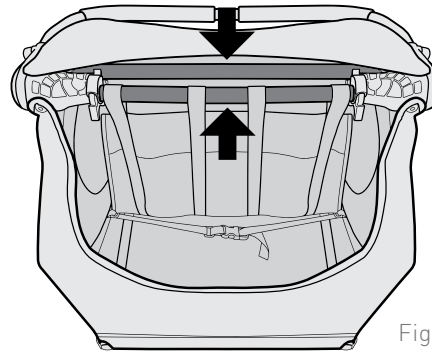

Figura 2
2. Acceda a través del asiento hasta el tubo del marco posterior (Figura 2).